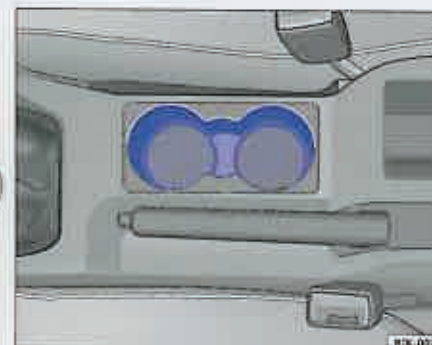

Fig. 86 Suportul pentru pahare din consola centrală față.
- Așezați băutura în suporturile pentru băuturi ⇒ **fig. 86**. Sau